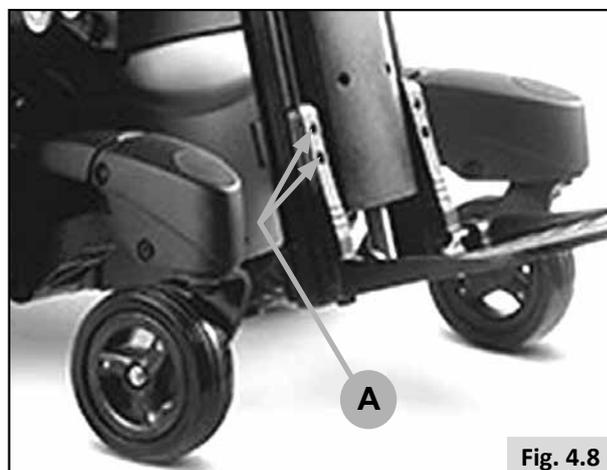

Fig. 4.8
- Allentare i 2 bulloni con una chiave a brugola da 5,0 mm (Fig. 4.8-A).